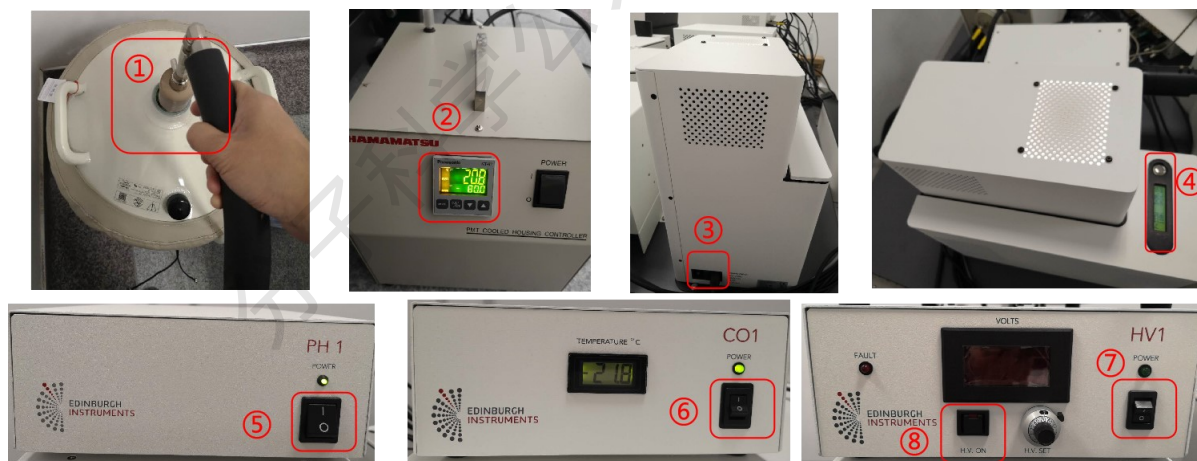
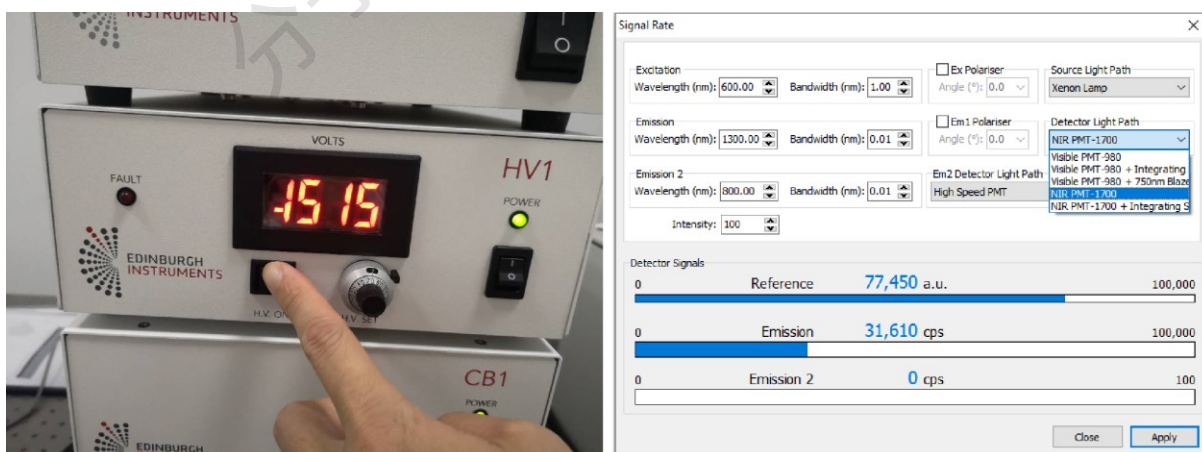

图 6-4 紫外可见近红外波段稳态测试的开机顺序
图 6-10 近红外区光谱测试参数设置
6.3.2 紫外可见近红外波段稳态测试的开机顺序: 由于近红外检测器需要提前液氮制冷 2 小时, 为保证液氮罐中液氮量充分, 需用到近红外检测器时请提前联系设备管理员。如图 6-4 所示。具体顺序如下: ① 将液氮管插入液氮罐中; ② 打开液氮控温装置, 观察温度是否一直在下降, 大约 30 分钟后显示已降到-80 度, 此温度下继续保持 90 分钟才能进行步骤⑦和⑧; ③ 先打开氙灯的风扇; ④ 打开氙灯; ⑤ 打开总控制电源 PH1; ⑥ 打开 PMT 电制冷装置 CO1; ⑦ 当①和②完成 2 小时后, 打开 HV1 电源开关; ⑧ 打开 HV-ON 的高压开关。
**近红外区光谱测试参数设置:** 近红外测试需要如图 6-4 所示, 将 NIR 检测器先通 2 小时液氮, 然后打开 HV1 的电源开关和高压开关。在【Signal Rate】窗口按图 6-10 设置, 【Bandwidth】调至 0.01 nm, “Source Light Path”选【Xenon lamp】, 在 L 型通道光路中 “Detector Light Path”选择【NIR PMT-1700】检测器, 如果中间状态栏【Emission】的信号在 30,000 cps 左右, 说明检测器处于正常工作状态, 因为近红外检测器的噪音信号远大于常规 PMT 检测器。通过增大 Excitation 和 Emission 的【Bandwidth】, 观察中间状态栏【Emission】的信号, 不能超过 **1,000,000 cps**, 否则会烧坏检测器。如果中间状态栏【Emission】的信号在几十万或者几百万 cps, 说明检测器的制冷条件不够, 此时立即关闭 NIR-PMT 检测器, 并检测液氮量是否足够或者冷却时间是否足够长。